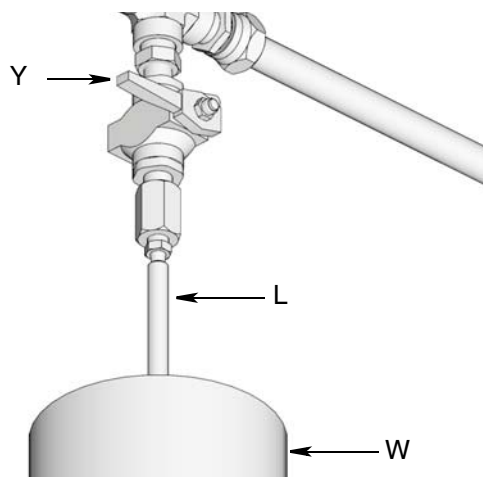

図 24:
- a. 再充填ポンプ (F) と自動充填遮断 (B) 間の圧力解放は、ボールバルブ (bv) を開いて行って下さい (図 24)。圧力が解放され余剰の流体はドレンチューブ (L) から流れ出し潤滑剤オーバーフロー容器 (W) に入ります。